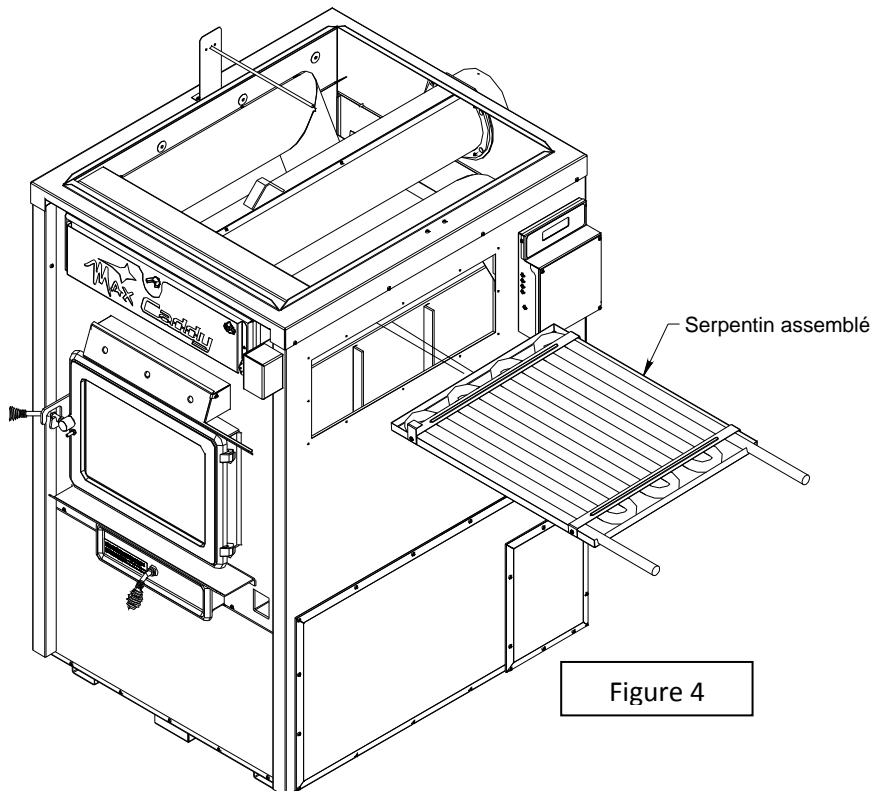

Figure 4
Étape 3: Glissez le serpentin assemblé entre la chambre à combustion et les échangeurs de chaleur. Il est important de centrer le serpentin assemblé sur la chambre à combustion pour en assurer la stabilité et rendre son installation sécuritaire. (Figure 4)